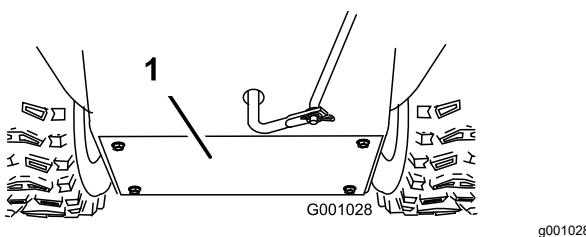

Figure 36
3. Retirez le couvercle arrière (Figure 36).